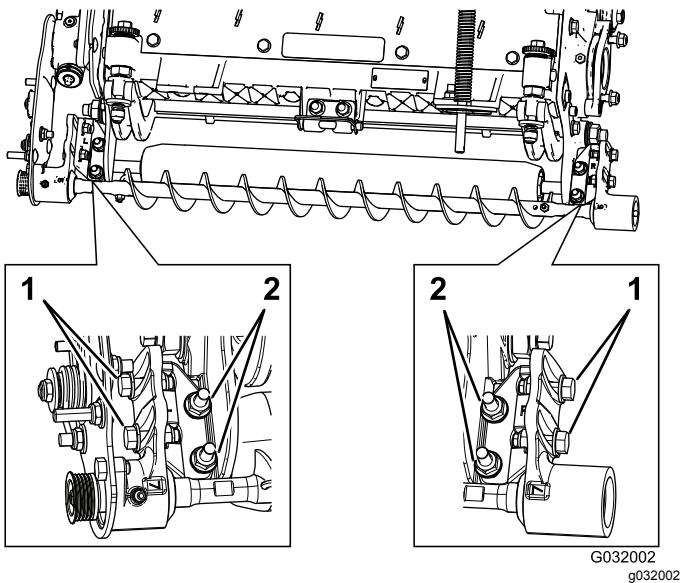

Figura 11
- A. Allentate i 2 dadi di bloccaggio flangiati che fissano la staffa di montaggio della spazzola per rullo alla piastra laterale dell'apparato di taglio (Figura 11).
- B. Girate l'alloggiamento del cuscinetto della spazzola per rullo fin quando la piastra della spazzola non risulta parallela alla piastra laterale dell'apparato di taglio (Figura 11).
- C. Serrate i 2 dadi di bloccaggio flangiati che fissano la staffa di montaggio della spazzola per rullo alla piastra laterale dell'apparato di taglio (Figura 11).
1. Allentate i 2 bulloni che fissano ciascun alloggiamento del cuscinetto della spazzola per rullo alla staffa di montaggio della spazzola per rullo (Figura 11).